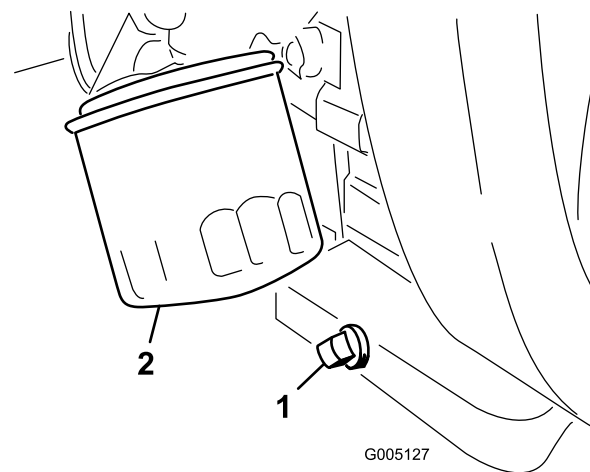

Figura 49
2. Togliete il filtro dell'olio (Figura 49). Spalmate un leggero strato di olio pulito sulla nuova guarnizione del filtro.
1. Togliete il tappo di spurgo (Figura 49) e lasciate defluire l'olio in una bacinella. Quando l'olio cessa di defluire, rimontate il tappo.